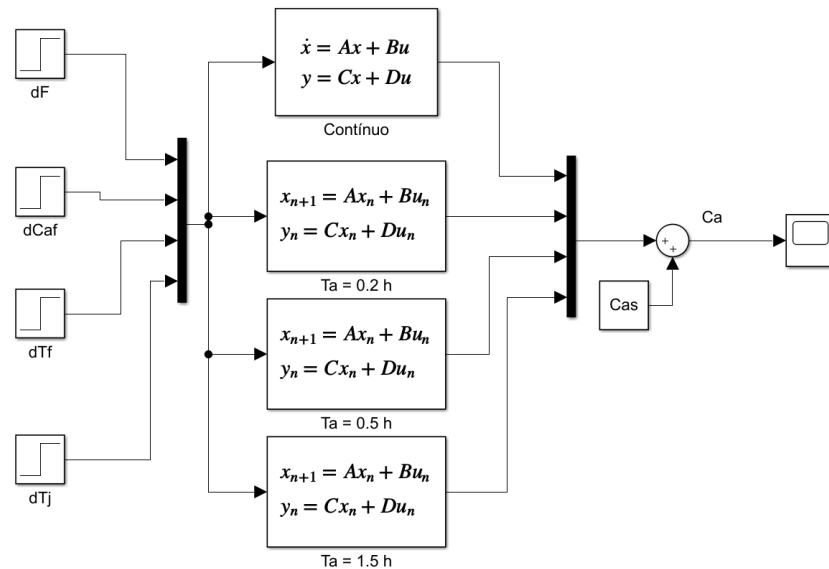

Figura 6: Diagrama de simulação do modelo linearizado discretizado
6. Faça a discretização do sistema linearizado em espaço de estados, utilizando os tempos de amostragem $T_a = 0.2 \text{ h}$, 0.5 h e 1.5 h . Simule o sistema utilizando como base o diagrama da figura 6.